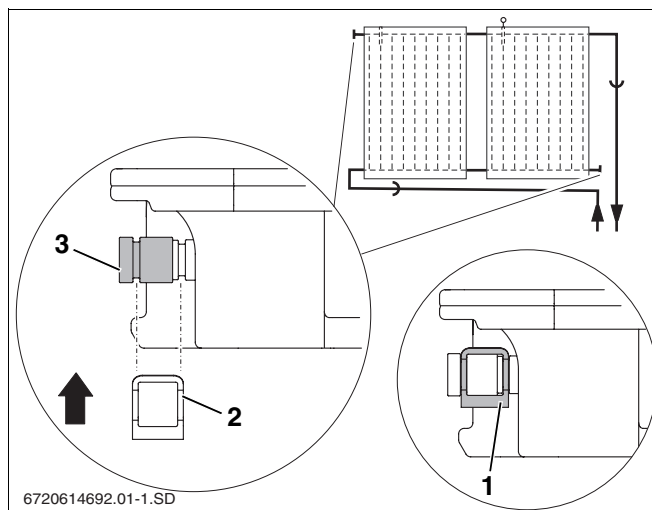

Fig. 19 Asegurar la caperuza de cierre con una abrazadera
- ▶ Deslice la caperuza de cierre con las juntas tóricas (fig. 19, **pos. 3**) sobre la conexión del colector.
- ▶ Deslice la abrazadera (fig. 19, **pos. 2**) sobre la caperuza de cierre y la conexión del colector para asegurar dicha conexión.
- ▶ Asegure cada caperuza de cierre con una abrazadera (fig. 19, **pos. 1**).